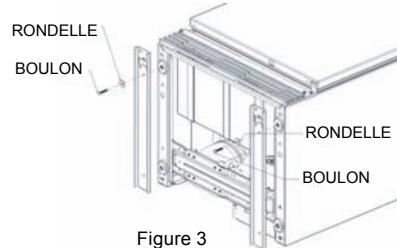

Figure 3
- Alignez le boulon avec le trou taraudé dans le pied avant droit de l'appareil. Vissez le boulon dans le trou et serrez avec vos doigts (fig. 3).